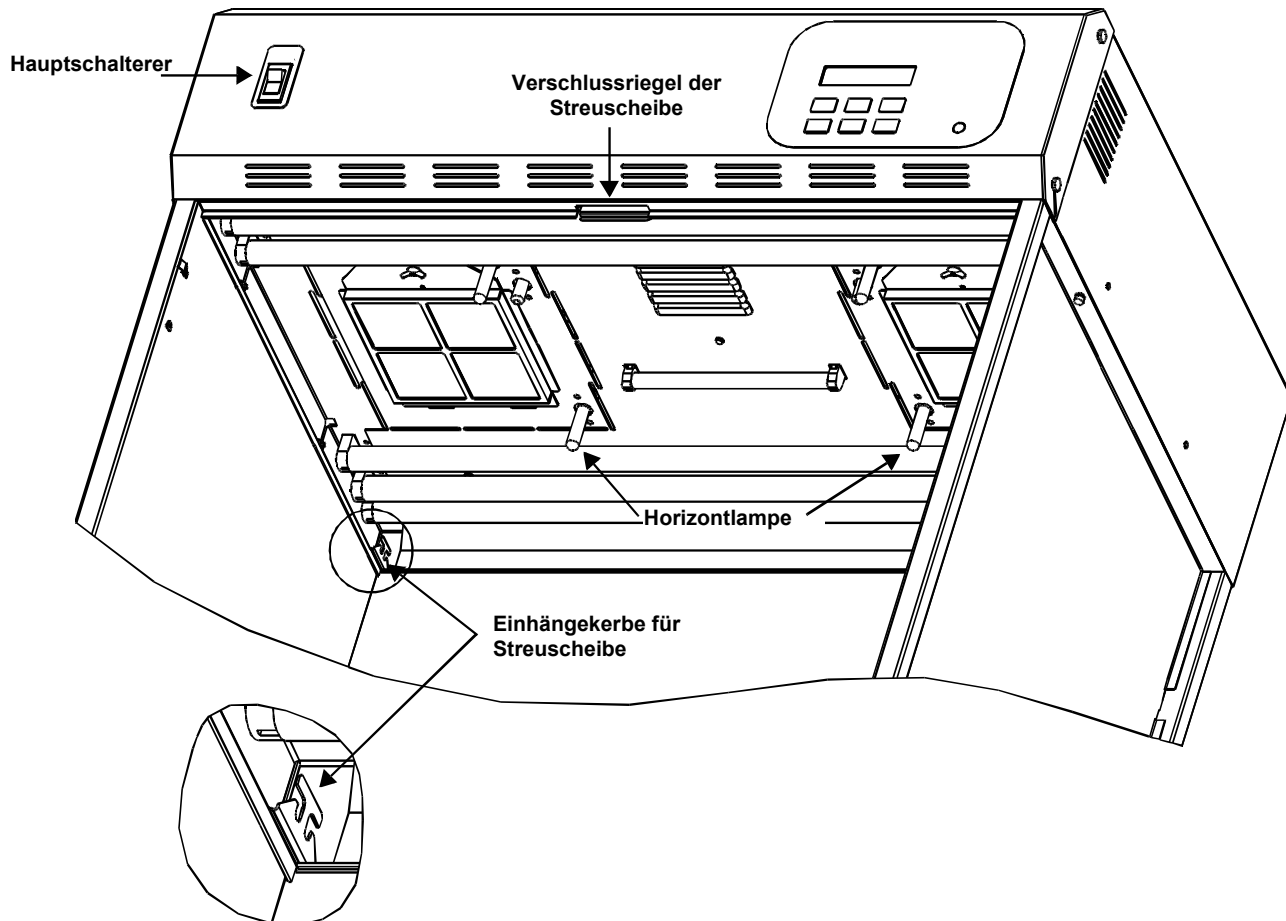

Abbildung 8. Leuchtkörper mit Streuscheibe
15. Legen Sie die Scharnierbolzen der Streuscheibe in die Einhängekerbe an den unteren Ecken der Gehäuserückseite. Die glatte Streuscheibenseite sollte zum Inneren des Leuchtkörpers und die strukturierte Seite nach außen, d.h. zum Innenraum der Abmusterungskabine weisen. Siehe auch Abbildung 8.